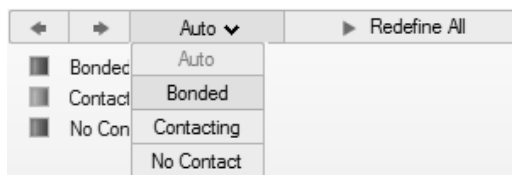

图 11-30
4) 在操作栏上单击自动并选择绑定接触, 如图 11-30 所示。